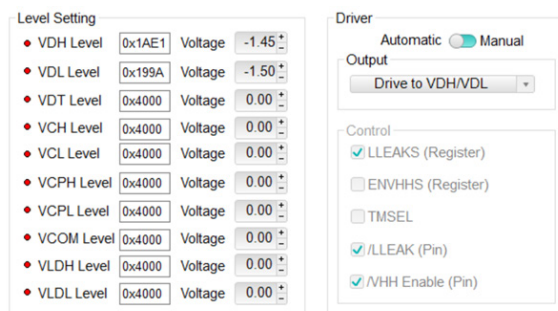

図7. MAX9979のDACの電圧レベルとドライバの設定。
- ▶ 図7に示すように、DACの電圧レベルとドライバの設定を行います。VDH用DACの最小推奨値は-1.5V、最大推奨値は4.5V、オフセットがゼロのポイントにおける値は1.5Vであることに注意してください。